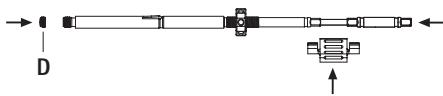

Fig. 12
- ▶ Introducir el destornillador en el casquillo interior, asegurarlo con el distanciador y colocar el tornillo de bloqueo D, ver Fig. 12.